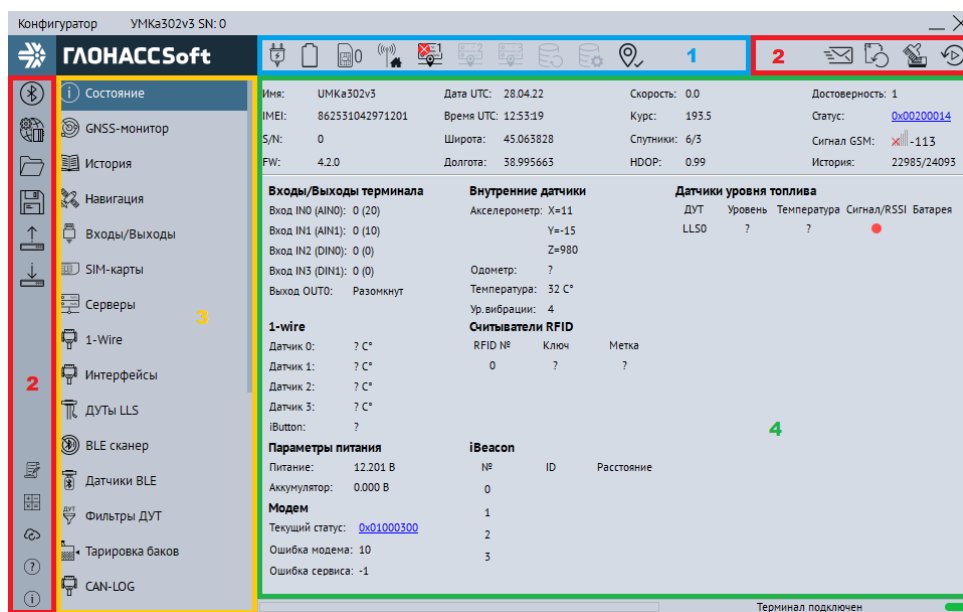

Рисунок 3.8 Стартовое окно «Состояние»
Для запуска приложения, перейдите в «Пуск» → «Все программы» → «Конфигуратор УМКаЗХХ». Откроется стартовое окно конфигуратора (Рисунок 3.8 ), которое условно можно разделить на четыре зоны: Панель статуса (1), панели инструментов (2), дерево настроек (3) и окно отображения информации (4).
Для просмотра и редактирования настроек терминала воспользуйтесь вкладками настроек (Рисунок 3.8). При нажатии на вкладку в окне отображения информации можно посмотреть соответствующие значения и настройки и отредактировать их.
На вкладке «Состояние» (Рисунок 3.8 ) отображается общая информация о терминале, состояние входов/выходов терминала, внутренних и внешних датчиков.